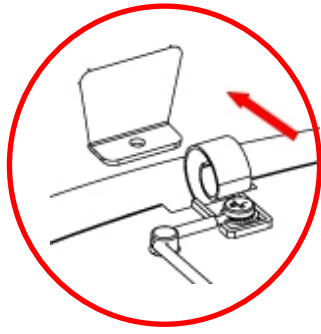

Fig. 4
- Rimuovere con cautela la carcassa, dato che è unita alla base mediante una linguetta che incastra entrambi i gruppi dalla parte posteriore (Fig.4).